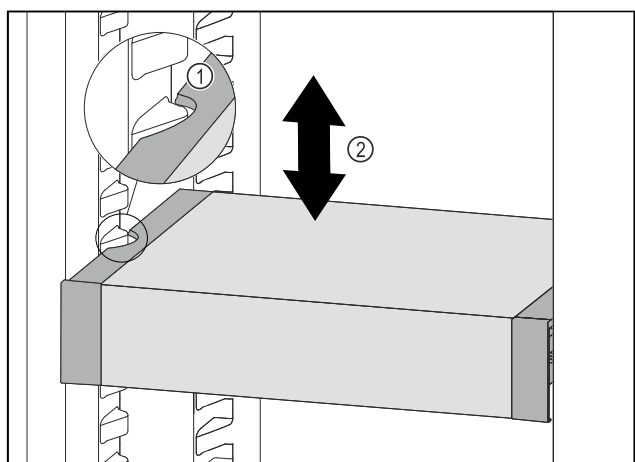

Fig. 165
- ▶ 向前移动 VarioSafe，直到 VarioSafe 两侧的凹槽与冷藏区中的容器肋梁持平。 Fig. 165 (1)
- ▶ 在冷藏区中向上或向下移动 VarioSafe，直至所需高度。 Fig. 165 (2)